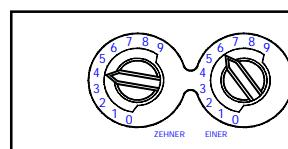

Abbildung 1. Drehschalter zum Einstellen einer dekadischen Adresse.
1. Stellen Sie die Melderadresse (siehe Abbildung 1) mit einem Schraubendreher mit flacher Klinge an den beiden Drehschalter ein, indem Sie die gewünschte Zahl zwischen 01 und 99 wählen. Vermerken Sie die Adresse auf dem Etikett des Sockels.